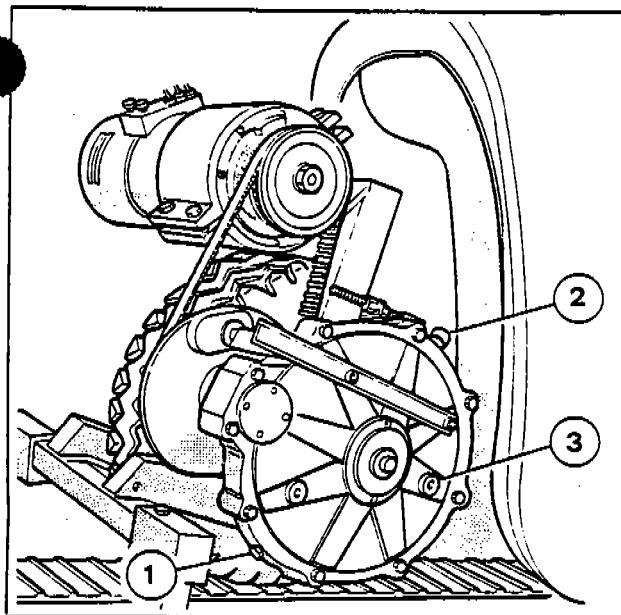

Fig. 38
- 1) Dopo aver fatto girare il convoglio per qualche minuto, fermare e posizionare un recipiente adatto (circa litri 1) sotto il tappo di scarico (1-Fig. 38). Togliere il tappo di scarico, tappo di riempimento (2-Fig. 38) e far fuoriuscire tutto l'olio contenuto nel riduttore.
- 2) Pulire ed avvitare il tappo di scarico (1-Fig. 38), controllare la relativa rondella di tenuta e, se necessario, sostituirla.
- 3) Riempire con olio prescritto SAE 90 attraverso il foro di riempimento fino a raggiungere il giusto livello, visibile dalla spia (3-Fig. 38).
- 4) Pulire ed avvitare il tappo di riempimento (2-Fig. 38).
a) Controllare il livello olio riduttori vettura tramite la spia di livello (3-Fig. 38). Se necessario, immettere olio dello stesso tipo SAE 90. **Vedi dopo le prime 50 ore di funzionamento punto d).**